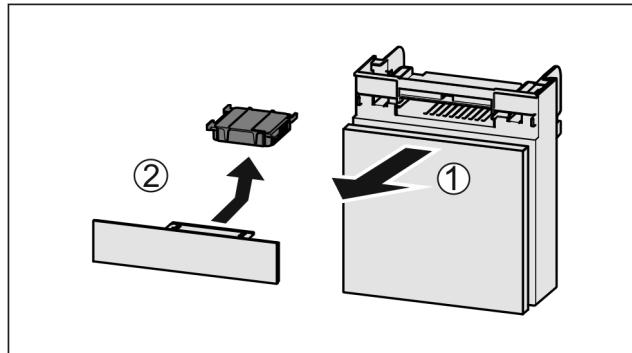

Fig. 152
- Pretinac izvucite Fig. 152 (1) prema naprijed.
- Izvadite filter s aktivnim ugljenom Fig. 152 (2).